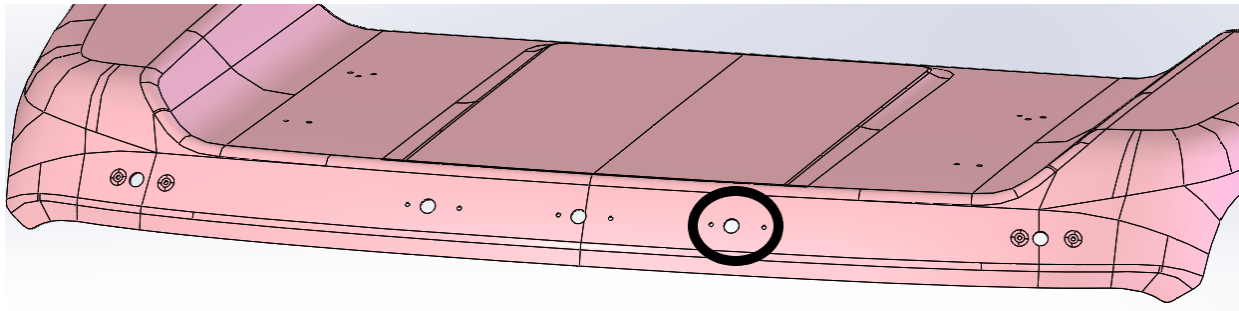

Figura 1: Mazo de cables que tiene que quedar por afuera del techo
2. El mazo de cables puede empujarse hacia adentro del techo en todos los lugares EXCEPTO en el circulado abajo en la Figura 1. Este mazo se mantendrá por afuera del techo para la instalación de la visera posteriormente. Pegar este mazo al techo prevendrá que se deslice hacia adentro del techo.